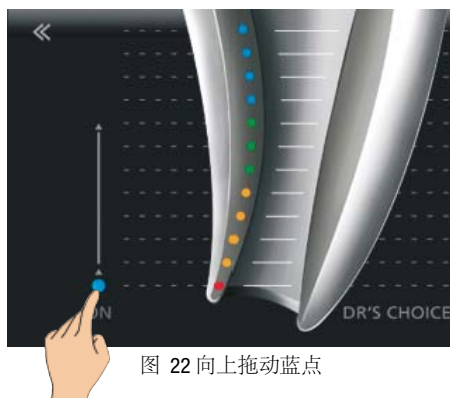

图 22 向上拖动蓝点
- 把手指放在蓝点上, 然后将蓝点拖至根尖区所需位置 (图 22)。